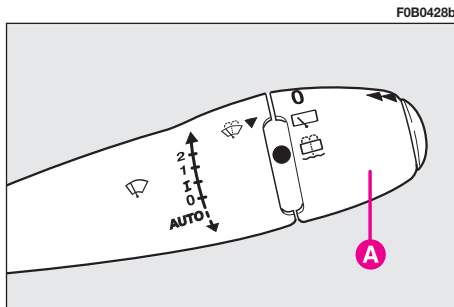

fig. 104
**Lave-lunette arrière fig. 104**